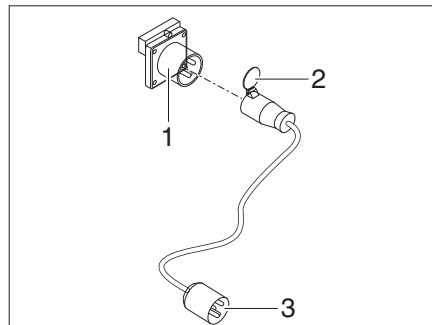

Bild 177 Anschlussmöglichkeiten 400-V-Anschluss
- Verschluss (Bild 177,2) des CEE 32 A Anschlusskabel aufklappen.
- Stecker in die 400-V-Steckdose (Bild 177,1) des Caravans einstecken.
- Stecker (Bild 177,3) in die Steckdose der 400-V-Stromversorgungseinrichtung am Stellplatz einstecken.